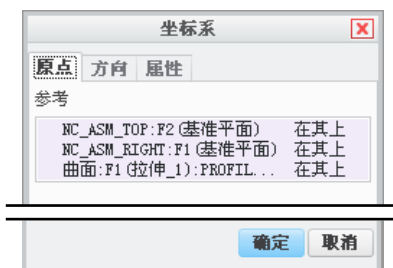
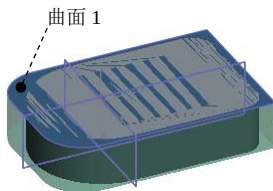

图 3.2.8 “坐标系”对话框
图 3.2.9 选取参考面
Step6. 机床坐标系设置。在“操作”操控板中单击按钮，在弹出的菜单中选择命令，系统弹出图 3.2.8 所示的“坐标系”对话框。按住 Ctrl 键依次选择 NC_ASM_TOP、NC_ASM_RIGHT 基准面和图 3.2.9 所示的模型表面作为创建坐标系的三个参考平面，单击按钮完成坐标系的创建，返回到“操作”操控板。单击按钮，系统自动选中刚刚创建的坐标系作为加工坐标系。